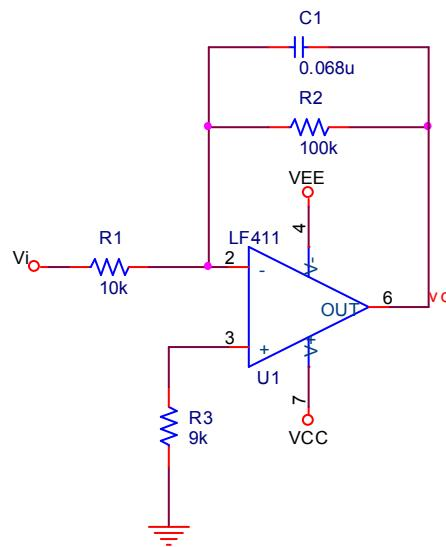

图 8.1.10
8.1.10 电路如图 8.1.10。运放选用 LF411，电源电压为±15V，电容器的初始电压 $v_c(0) = 0$ 。